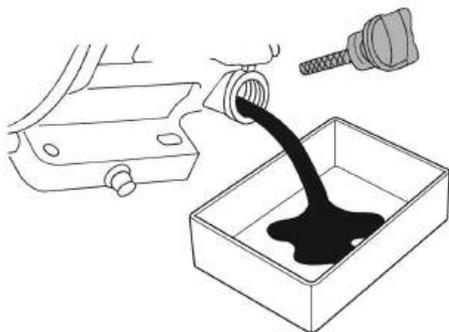

Рис. 20. Замена моторного масла
(1) Техническое обслуживание должно осуществляться более часто, при работе в пыльных условиях.
(2) Данный вид работ необходимо выполнять в авторизованном сервисном центре.
- С помощником наклоните скарификатор в сторону маслозаливной горловины двигателя и слейте отработанное масло через маслозаливную горловину в подготовленную для этого емкость (Рис. 20).